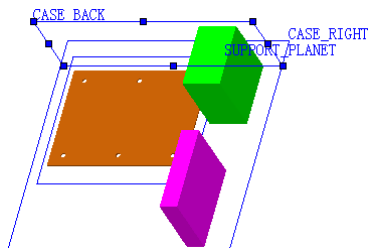

图 17.3.5 创建机箱的背平面
Step3. 创建图 17.3.5 所示的机箱的背平面。选择下拉菜单 **插入(I)** → **参考几何体(G)** →